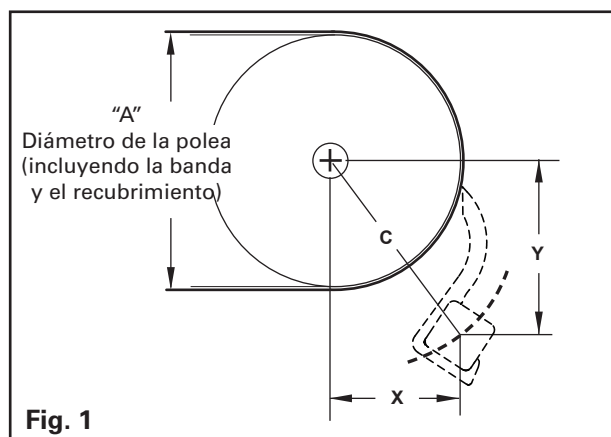

Fig. 1
1. Mida el diámetro de la polea (A), incluido el recubrimiento y la banda (Fig. 1).
2. Localice en la Tabla A el diámetro total de la polea que se adapte mejor a su diámetro y use las medidas correspondientes de X, Y y C para localizar la posición del centro de la barra del limpiador (Fig. 1).
3. Intente ajustar FGP-ES con la hoja colocada según la Fig. 1. Establezca las posiciones aceptables de la placa de montaje en cada lado del transportador, ajuste en el lugar si es necesario y marque los orificios para hacer la perforación. Se necesita un mínimo de 3 tornillos de montaje para cada placa de montaje. Perfore los orificios de montaje y ensamble el FGP-ES en la posición según se describe en la Sección 4 - Instrucciones de instalación.
3. Mida desde el centro del eje de la polea hacia abajo la distancia de Y y coloque una marca en la estructura (Fig. 1).
4. Desde la marca de la ubicación Y mida desde la polea una distancia igual a la medida X y marque esta posición. Esta será la ubicación del centro de la barra (Fig 1). Mida C para verificar que la medida es la correcta.